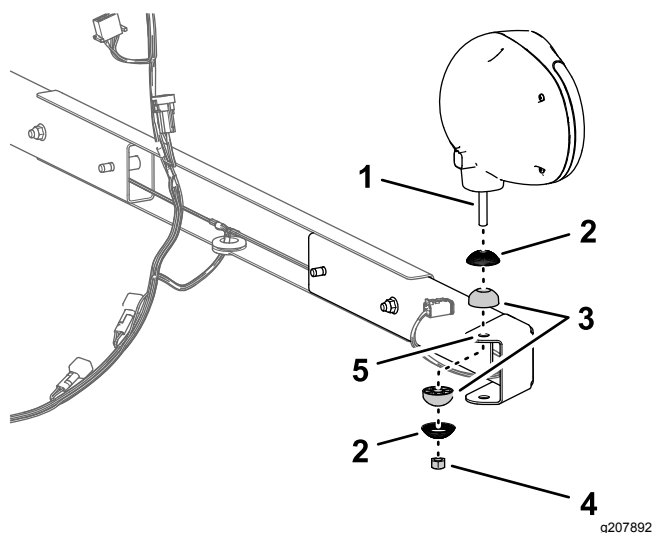

Figura 14
- Montate un rivestimento scanalato e un giunto sferico sul prigioniero di una luce operativa (Figura 14).
3. Montate la luce operativa nel foro nella flangia del supporto della luce operativa (Figura 14) con un rivestimento scanalato, un giunto sferico e un dado di bloccaggio (10 mm) e serrate la luce manualmente.
1. Montate il supporto delle luci operative e il profilato di supporto sul telaio del pianale con 2 dadi di bloccaggio flangiati, come illustrato nella Figura 14.